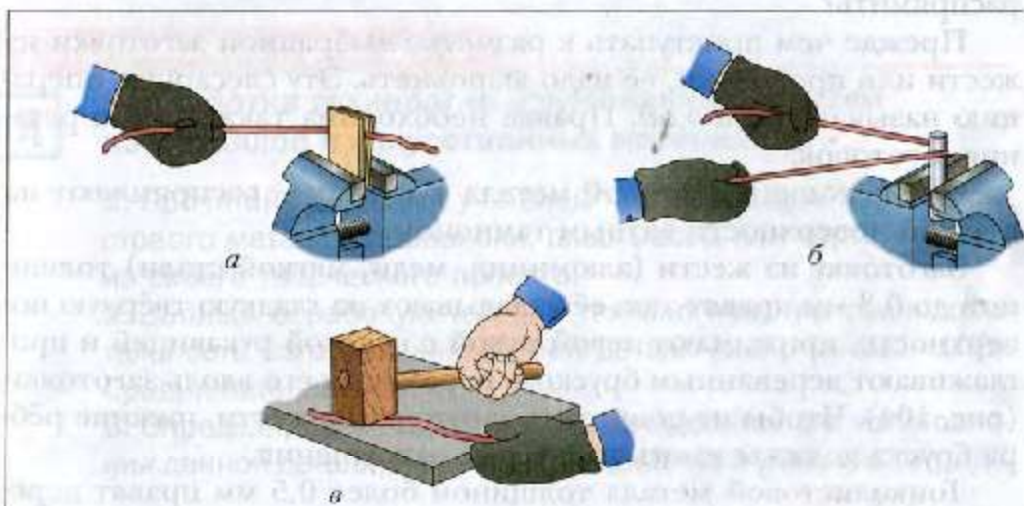

Рис. 106. Правка проволоки: *а* — в тисках протягиванием между
Правку мягкой (например, медной) тонкой проволоки можно выполнять, протягивая её между двумя деревянными брусками, зажатými в тисках (рис. 106, *а*) или перемещая её вокруг цилиндрической стальной оправки (рис. 106, *б*).
Толстую алюминиевую или медную проволоку правят киянкой (рис. 106, в), а стальную – молотком.
3. Почему для правки проволоки (рис. 106, а) берут деревянные бруски небольшой толщины?